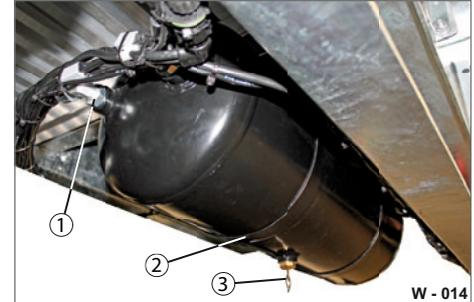

Abb. 43 Fahrgestell-Unterseite
- ▶ Prüfen Sie Verschraubungen (Abb. 43/1) auf Dichtigkeit.
- ▶ Lassen Sie beschädigte Schlauch- und Rohrleitungen (Abb. 43/2) erneuern.